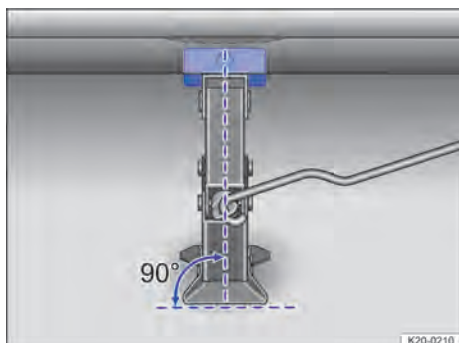
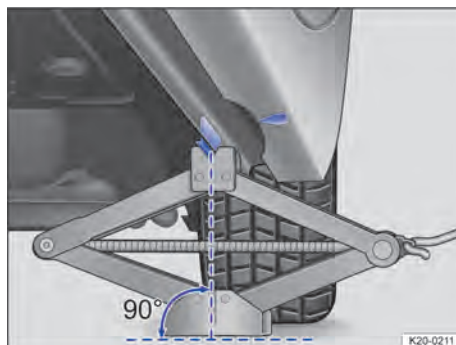

Fig. 217 Positionnement du cric à l'arrière gauche du véhicule
Fig. 218 Positionnement du cric à l'arrière gauche du véhicule
tement sous le point de prise → fig. 217 et → fig. 218.
10. Orientez le cric tout en continuant à déployer sa griffe jusqu'à ce que celle-ci saisisse le talon situé sous le véhicule → fig. 218.